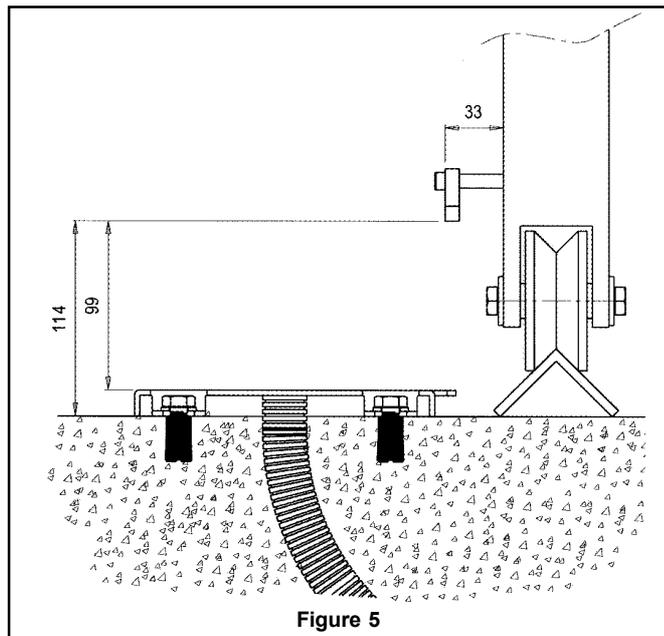

Figure 5
- Se référer à la fig. 5 pour ce qui concerne la hauteur.
**ATTENTION:** s'il y a une crémaillère, respecter scrupuleusement les valeurs (fig. 5) pour permettre ensuite d'insérer correctement le pignon dans la crémaillère.